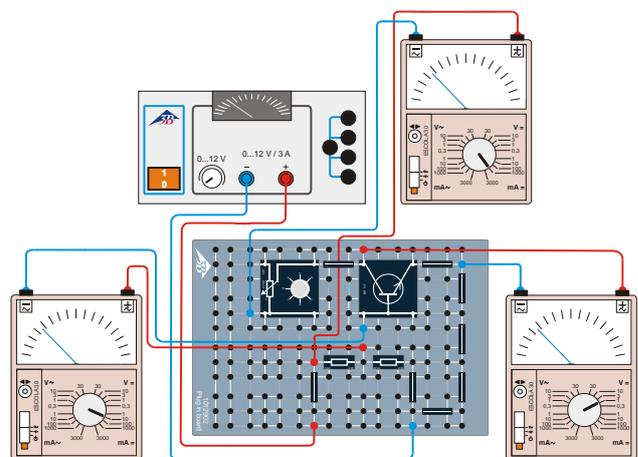

Fig. 5: Esquema del cableado para el registro de la línea característica de salida.
- El circuito se monta de acuerdo con la Fig. 5. El potenciómetro de 1 kΩ se reemplaza por la resistencia de 47 kΩ. Adicionalmente se inserta el potenciómetro de 220 Ω antes del colector. Los tres multímetros analógicos sirven para el control de la intensidad de corriente de base I_B así como para la medición de la tensión colector-emisor U_{CE} y la intensidad de corriente de colector I_C .